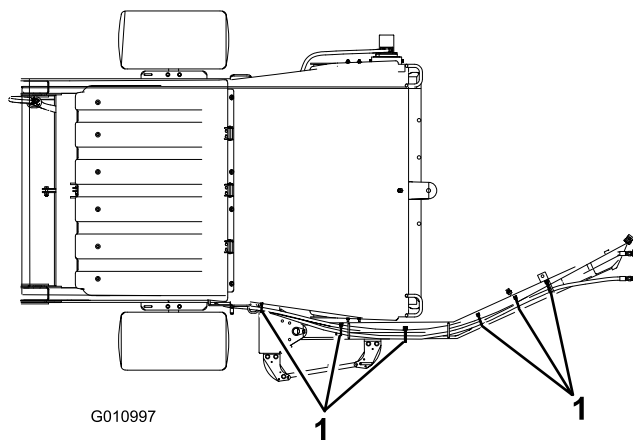
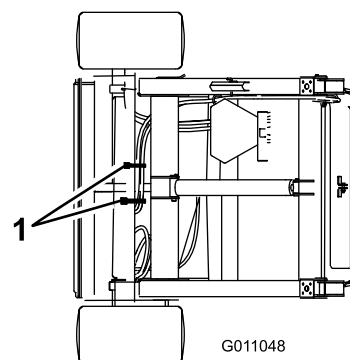

Figura 11
Figura 12
2. Fissate i flessibili idraulici e il cablaggio preassemblato, come illustrato nella Figura 11 e nella Figura 12.